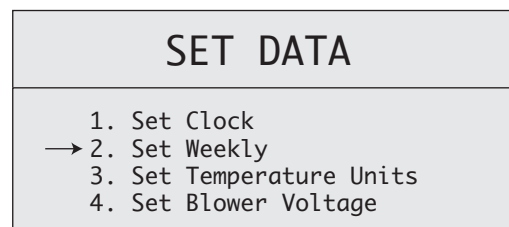

Figure 22 : Menu Set Data
1. Tenir la touche **ENTRÉE**  enfoncée jusqu'à ce que le menu « **SET DATA** » (configuration de données) s'affiche à l'écran. Utiliser la touche de **DÉFILEMENT BAS** pour sélectionner « **SET WEEKLY** » (réglage hebdomadaire). Appuyer sur **ENTRÉE**. L'écran de configuration du **calendrier hebdomadaire** s'affiche. **VOIR FIGURE 22.**